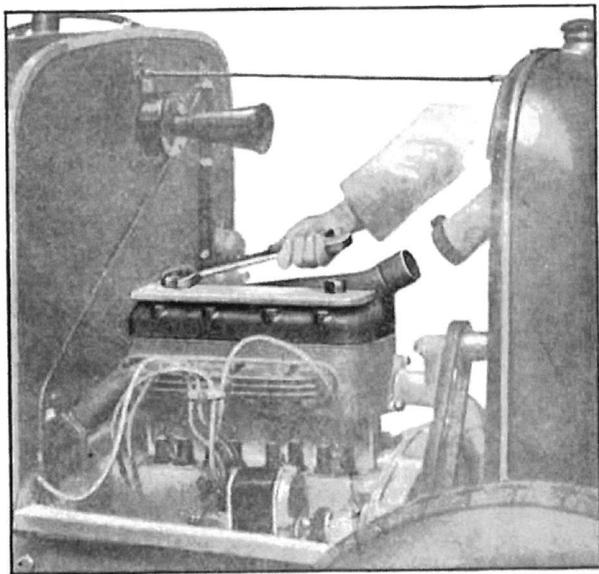

Fig. 27. — Décollement de la culasse à l'aide d'un démonte-culasse.
- 8—Enlever la culasse après l'avoir décollée avec le démonte-culasse qui se fixe sur deux goujons vissés à la place des bougies extrêmes; on obtient le décollement en serrant la plaque de tôle avec les deux écrous spéciaux (fig. 27).